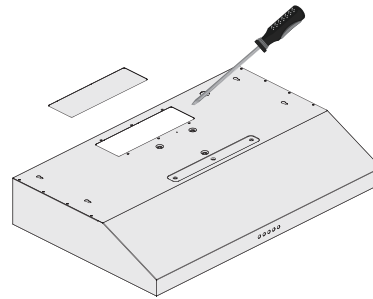

Figure 5
- Si vous choisissez l'option de ventilation extérieure, selon l'option de ventilation extérieure choisie (Voir Page 10), sortez le panneau d'acier soit sur le haut ou à l'arrière de la hotte (voir figure 5).